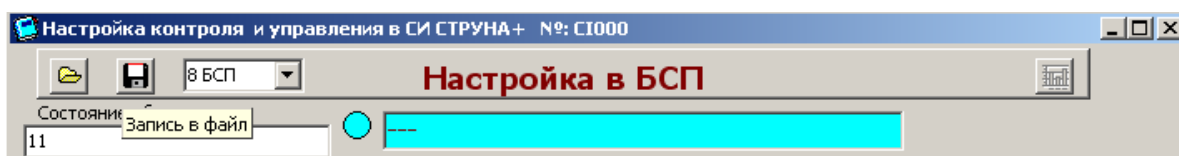
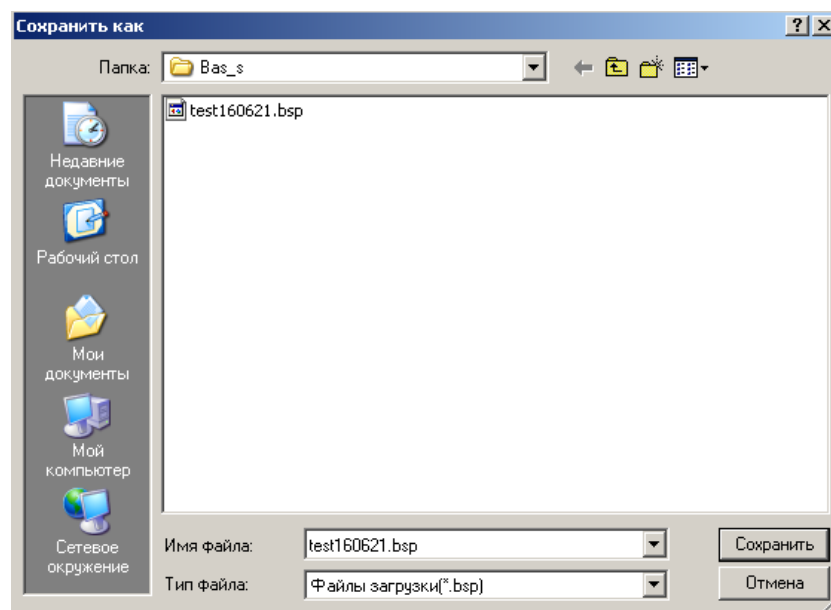

Рисунок 4.38
Рисунок 4.39
4.6.9.1 Нажать на кнопку «Запись в файл» (рисунок 4.38). В результате на экране появится форма «Сохранить как» (рисунок 4.39).